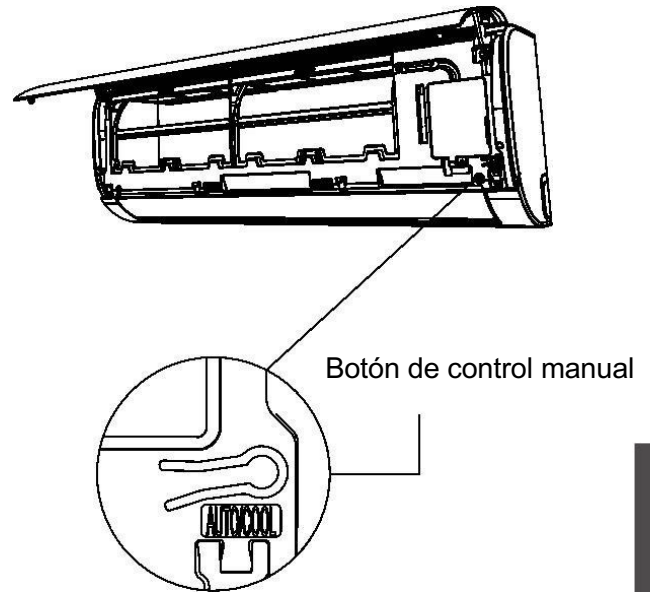

Fig. 8.1
2. El botón CONTROL MANUAL se encuentra en el lado derecho de la unidad. Pulse 2 veces para seleccionar la función COOL. Vea la Fig. 8.1.